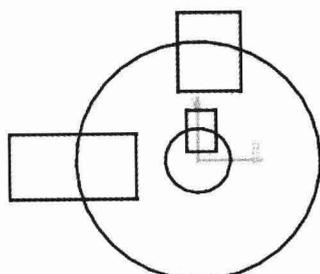
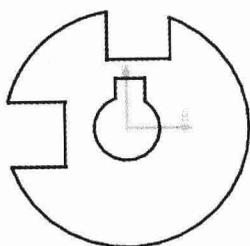

图 2.2 草图轮廓
图 2.3 修剪草图
Step2. 选取 xy 平面作为草绘平面,绘制图 2.2 所示的轮廓。
快速修剪 命令; 选取图 2.2 所示的修剪的部分, 修剪后的图形如图 2.3 所示。